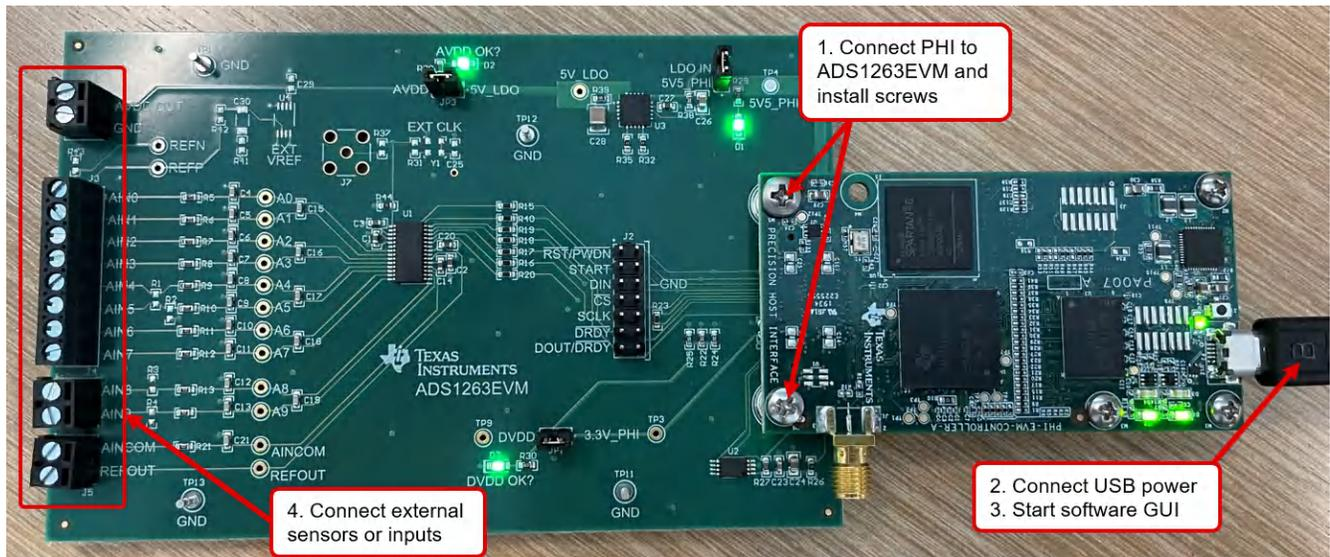

图 7-1. ADS1263EVM 硬件连接
安装 EVM 软件后，按照图 7-1 中所示和以下步骤所述连接 EVM：
- b. PHI 上的 LED D1 和 D2 开始闪烁，表示 PHI 已启动且正在与 PC 通信。图 7-1 显示了相应的 LED 指示灯。